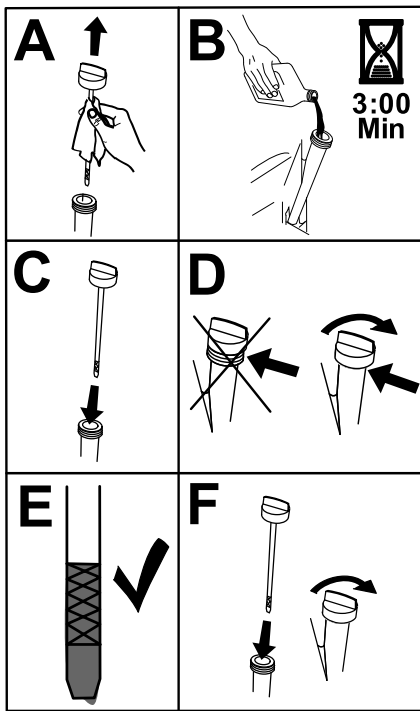

Figura 43
6. Vierta lentamente un 80 % aproximadamente del aceite especificado por el tubo de llenado, luego añada lentamente el resto del aceite hasta que llegue a la marca Lleno (Figura 43).